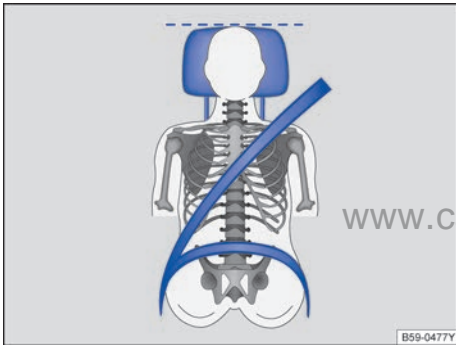

图 15 驾驶员头枕的正确位置
- 调节头枕，使头枕的上沿与您的头顶等高，不可低于眼睛，头部尽可能贴近头枕→图 15。